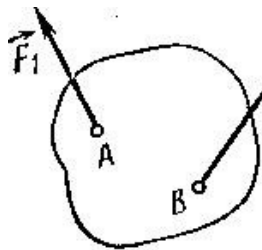

Рис. 1
- 36 К двум различным точкам твердого тела (рис. 1) приложены две непараллельные, но действующие в одной плоскости силы. Можно ли для сложения этих сил применить правило параллелограмма или треугольника?